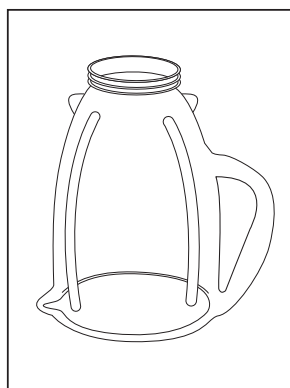

FIGURA 1
- Ponga el vaso al revés, de manera tal que la pequeña abertura se encuentre hacia arriba. (Figura 1)